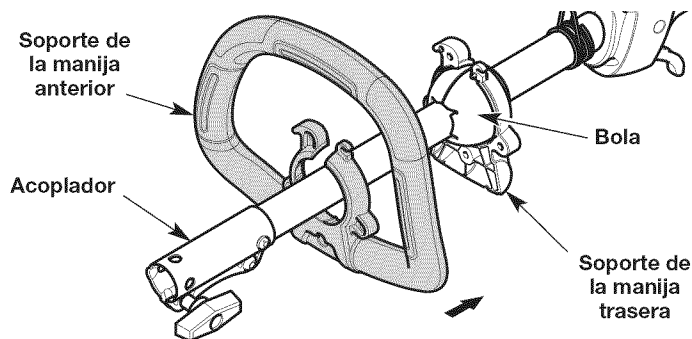

Fig. 4
3. Deslice el soporte de la manija trasera hacia la parte posterior de la bola y fíjelo (Fig. 4).
4. Maniobre cuidadosamente el soporte de la manija delantera hacia el acoplador y deslícelo hacia la parte anterior de la bola (Fig. 4). Junte los soportes de la manija delantera y trasera.